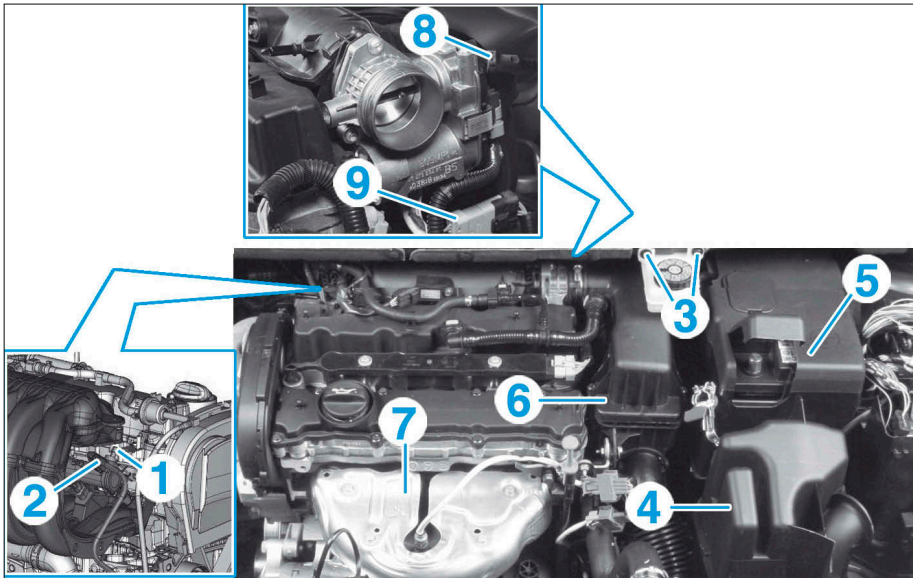
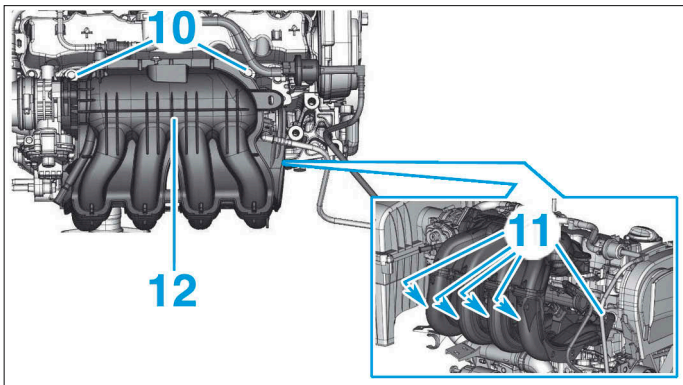
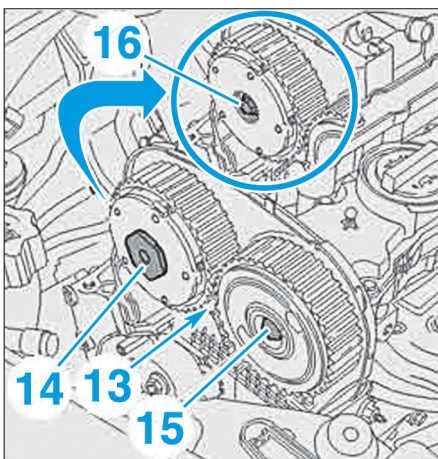

FIG. 24
FIG. 25
FIG. 26
- Mettre en place l'outil [1] sur la valve (1) et recueillir le carburant dans un récipient (Fig.24).
- Débrancher la canalisation d'alimentation (2).
- Déposer les vis (3) et écarter le réservoir de compensation de liquide de frein.
- le résonateur d'air (4),
- la batterie (5),
- le boîtier de filtre à air (6),
- l'écran thermique (7).
- Désaccoupler le tube de dépression (8) de l'amplificateur de freinage.
- Débrancher le connecteur (9) du boîtier papillon.
- Déposer les vis (10) et les écrous (11) (Fig.25).
- Extraire, par l'emplacement du filtre à air, le collecteur d'admission d'air (12) muni de la rampe d'injecteurs.
- Découper une courroie de distribution usagée (13) d'une longueur de 10 dents au minimum et l'intercaler entre les poulies d'arbre à cames afin de les immobiliser (Fig.26).